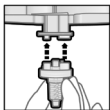

Fig. 2
3. Coloque uma das pontas misturadoras Dynamix sobre os orifícios de saída do cartucho (Fig. 2)